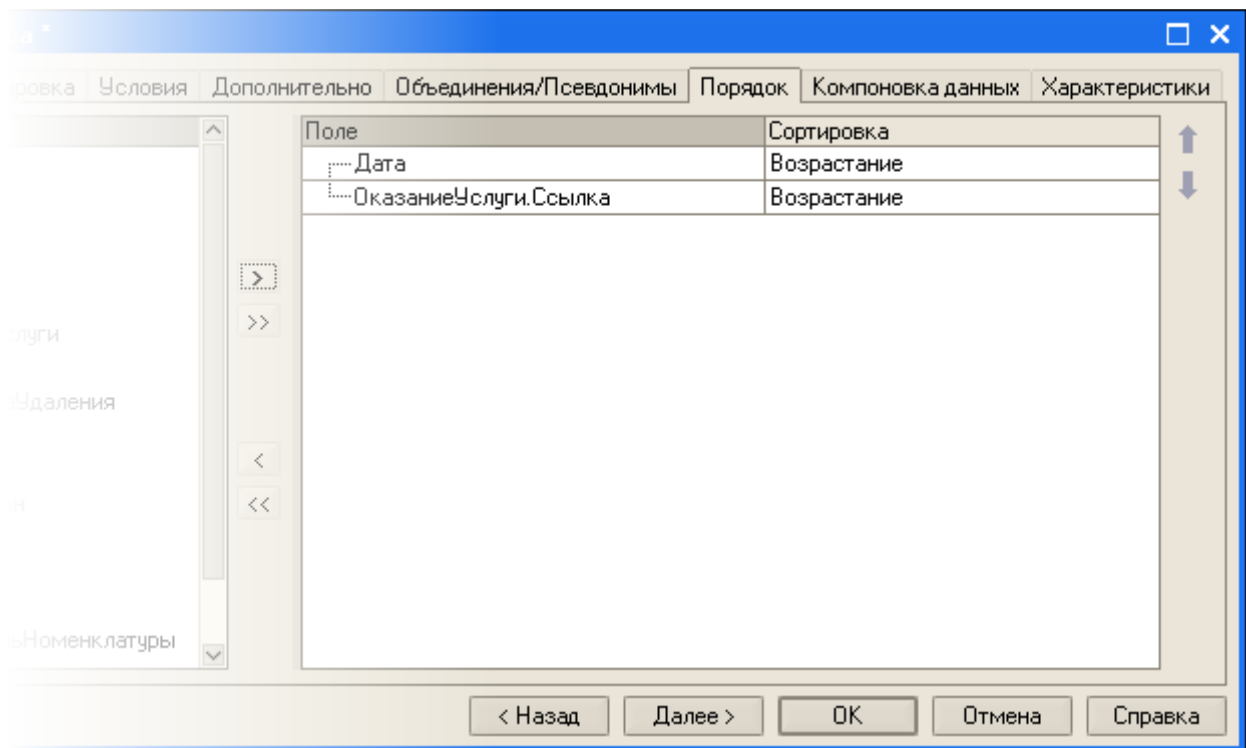

Рис. 8. Порядок вывода результата запроса
8. После этого перейдите на закладку Порядок и укажите, что результат запроса должен быть сначала упорядочен по значению поля Дата, а затем – по значению поля ОказаниеУслуги.Ссылка (рис. 8).